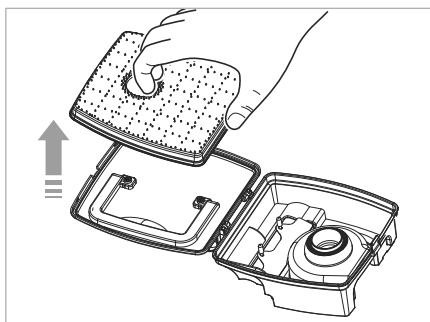

Fig. 10
- 3) Scoateți filtrul EPA 9 din capacul recipientului de praf 14. (a se vedea fig. 10).